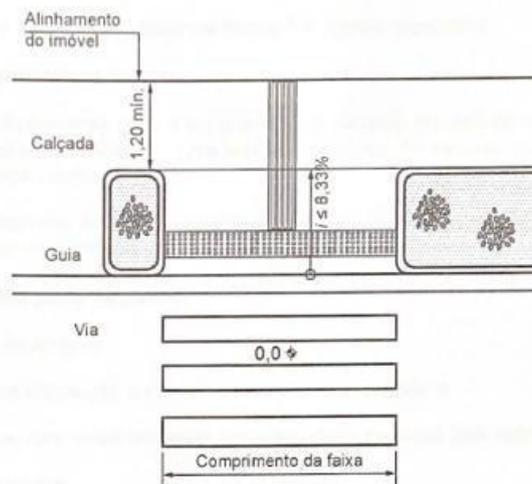

Figura 95 – Rebaixamentos de calçada entre canteiros – Vista superior
6.12.7.3.3 O rebaixamento da calçada também pode ser executado entre canteiros, desde que respeitados o mínimo de 1,50 m de altura e a declividade de 8,33 %. A largura do rebaixamento deve ser igual ao comprimento da faixa de pedestres, conforme Figura 95.